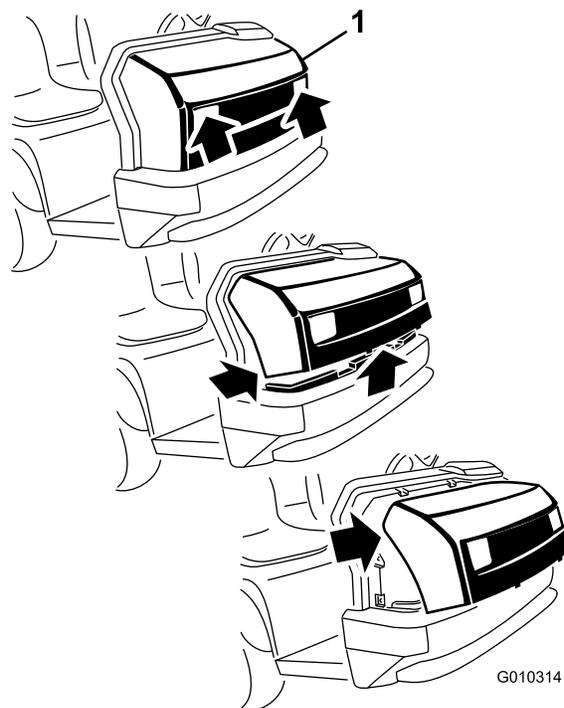

Рисунок 27
2. Потяните низ капота на себя и вверх, чтобы высвободить верхние монтажные лапки из пазов рамы (**Рисунок 27**).
3. Потяните верх капота на себя и отсоедините кабельные разъемы от фар (**Рисунок 27**).
1. Взявшись за капот в области проемов фар, поднимите его вверх, чтобы высвободить нижние монтажные лапки из пазов рамы (**Рисунок 27**).
2. Вставьте верхние монтажные лапки в пазы рамы (**Рисунок 27**).
3. Вставьте нижние монтажные лапки в пазы рамы (**Рисунок 27**).